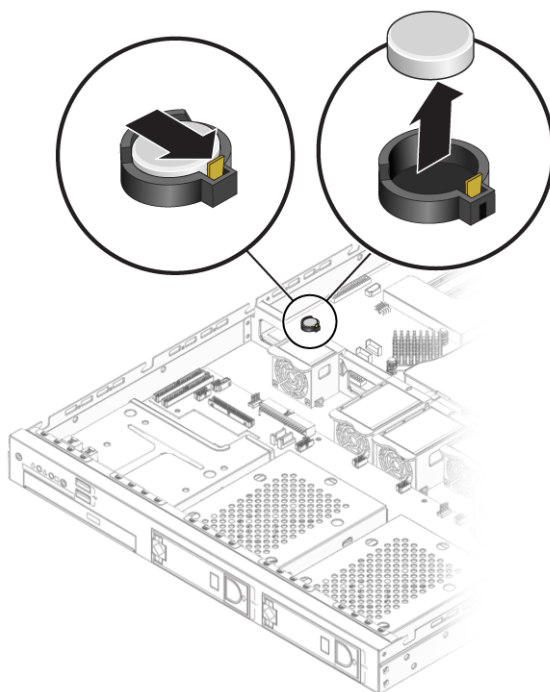

FIGURE 4-28 Retrait de la pile de la station de travail
2. Retirez la pile en la glissant vers l'arrière et en la saisissant de son support (la FIGURE 4-28 indique l'emplacement de la pile).